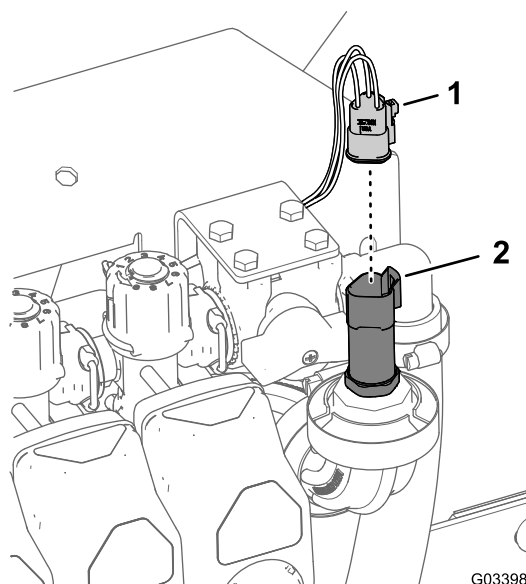

Figura 37
1. Desconecte el conector hembra de 3 vías del transductor de presión (Figura 37).